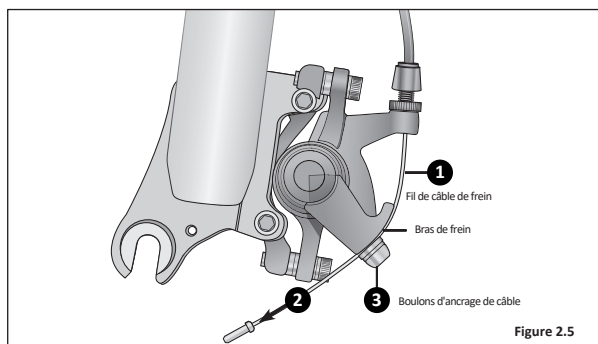

Figure 2.5
1. Si le câble de frein n'est pas fixé au bras de frein, desserrez le boulon d'ancrage du câble jusqu'à ce qu'il y ait un espace suffisant pour le câble de frein. **Figure 2.5**